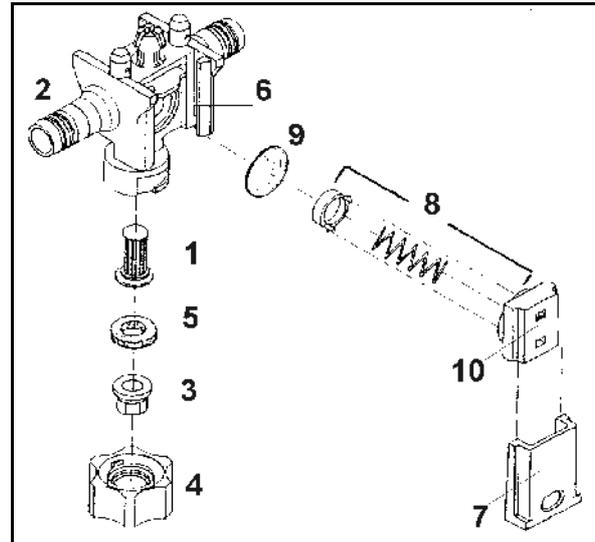

Fig. 151
Kontrollieren Sie von Zeit zu Zeit den Sitz des Schiebers (Fig. 151/7).
- Hierzu den Schieber so weit in den Düsenkörper (Fig. 151/2) einschieben, wie dies mit mäßiger Daumenkraft möglich ist.
1. Den Düsenfilter (Fig. 151/1) von unten in den Düsenkörper (Fig. 151/2) einsetzen.
2. Die Düse (Fig. 151/3) in die Bajonettmutter (Fig. 151/4) einlegen
3. Gummidichtung (Fig. 151/5) oberhalb der Düse einlegen.
Ablagerungen am Membransitz (Fig. 151/6) sind die Ursache für ein **nicht** nachtropffreies Abschalten der Düsen bei abgeschaltetem Gestänge. Dann die entsprechenden Membrane wie folgt reinigen:
1. Den Schieber (Fig. 151/7) aus dem Düsenkörper (Fig. 151/2) in Richtung Bajonettmutter herausziehen.
2. Das Federelement (Fig. 151/8) und die Membrane (Fig. 151/9) herausnehmen.
3. Den Membransitz (Fig. 151/6) reinigen.
Auf die richtige Einbaurichtung des Federelementes achten. Die rechts und links abgesetzten, ansteigenden Kanten am Gehäuse des Federelementes (Fig. 151/10) müssen beim Einbau in Richtung Gestängeprofil ansteigen.